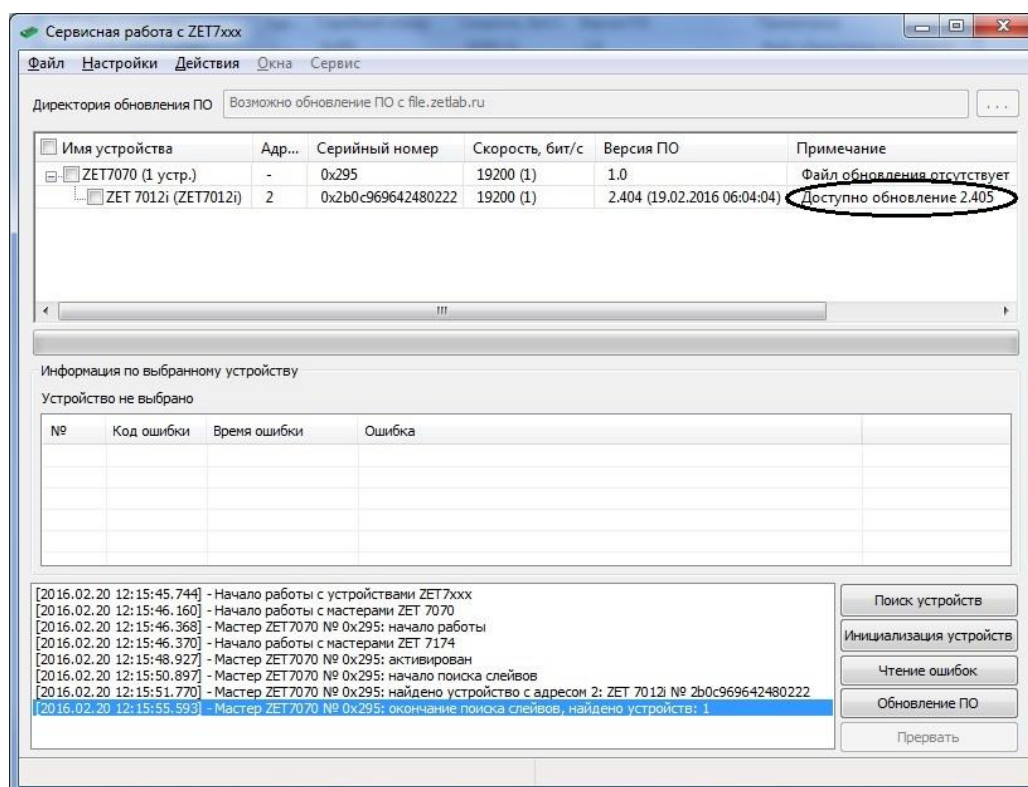

Рисунок 5.
2) Следует убедиться в наличии новой версии ПО устройства. Справа от имени цифрового датчика, который следует обновить, в столбце “Примечание” должно отображаться значение “Доступно обновление X”, где X - номер версии ПО (см. Рисунок 5).